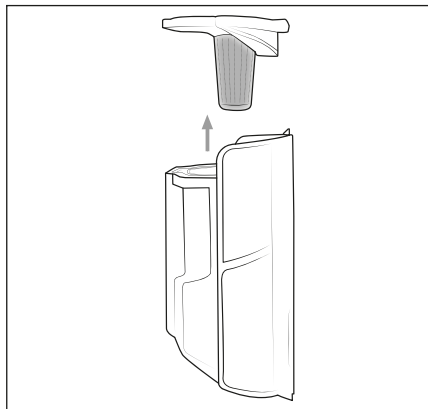

Fig. 16
- 3) Rimuovere il filtro in acciaio inox **6** dal contenitore della polvere **7** afferrando l'apertura del filtro in acciaio inox **6** e tirandolo fuori dal contenitore della polvere **7** (vedere fig. 16).